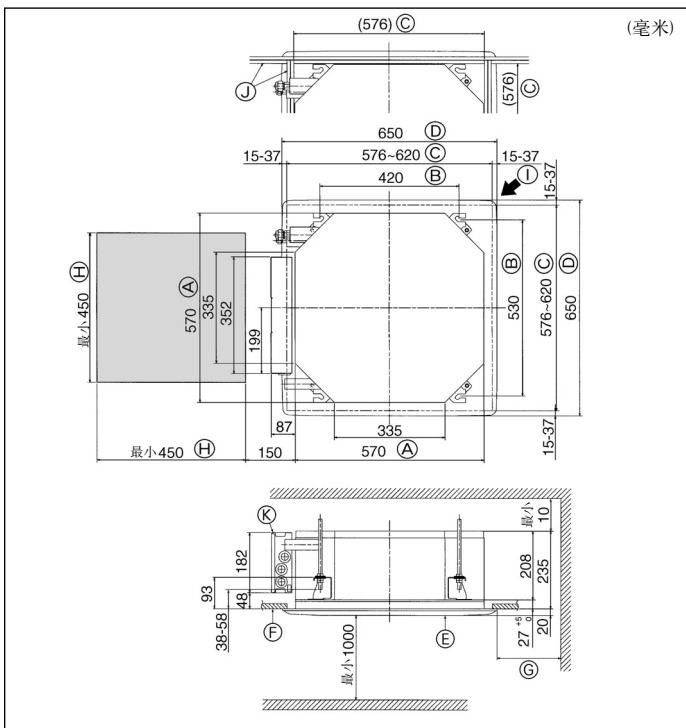

Fig. 2-2
2.2. 天花板开口及挂环螺栓的安装位置 (Fig. 2-2)